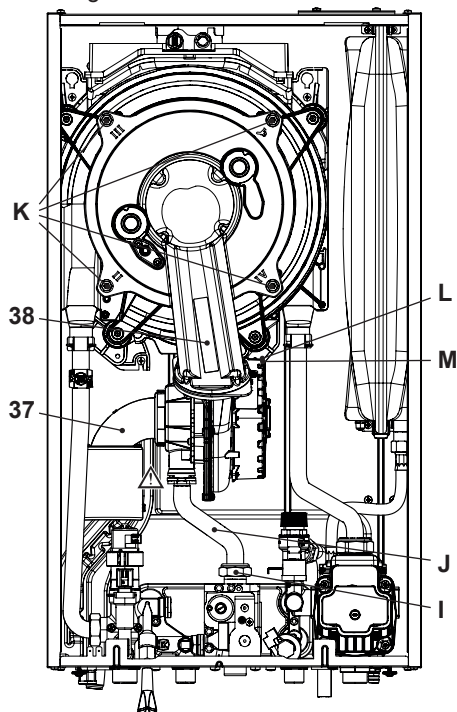
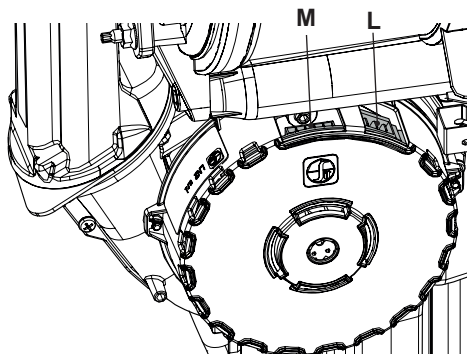

Figura 9.6
Figura 9.7
Rimozione del gruppo bruciatore ventilatore 38 in Figura 9.6.
- Scollegare il silenziatore 37 (Figura 9.6).
- Scollegare il connettore **L** tirandolo (Figura 9.6 - Figura 9.7).
- Scollegare il connettore del ventilatore **M** premendo il gancio in plastica posizionato nella parte sottostante del connettore (Figura 9.6 - Figura 9.7).
- Svitare i dadi **K** e rimuovere il gruppo bruciatore ventilatore 38 (Figura 9.6).